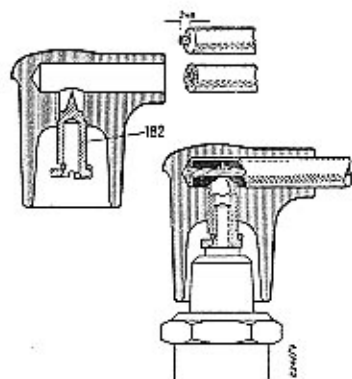

Bild 24. Kabelstecker KEA 7
3. Der Kabelstecker (Bild 24) ist vollständig isoliert und gestattet daher das Abnehmen und Wiederanschießen der Kerzenkabel auch bei laufendem Motor, ohne daß elektrische Schläge zu befürchten sind. Das Kabel wird auf